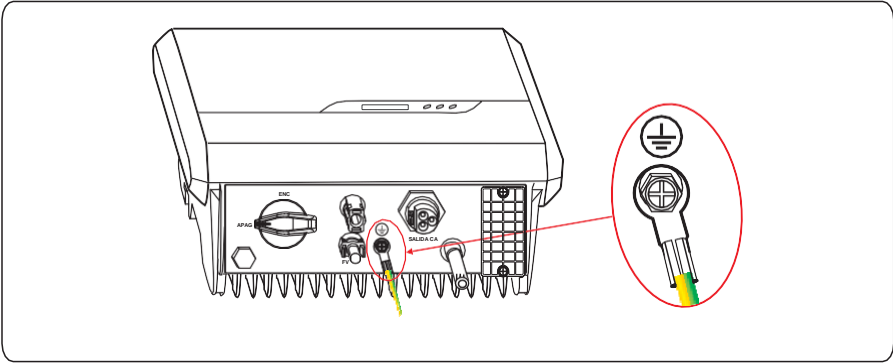

Figura 5.4 Fijación del cable PGND
**Paso 4** Fije el cable PGND (mediante los pasos 1 y 2) con ayuda del tornillo de tierra y apriete el tornillo con un par de torsión de 1,2 Nm usando una llave de tubo, tal como se muestra en la figura 5.4.